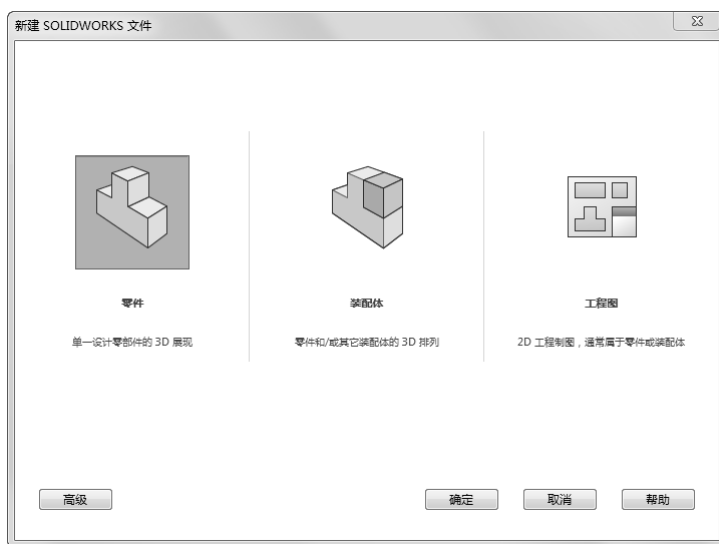
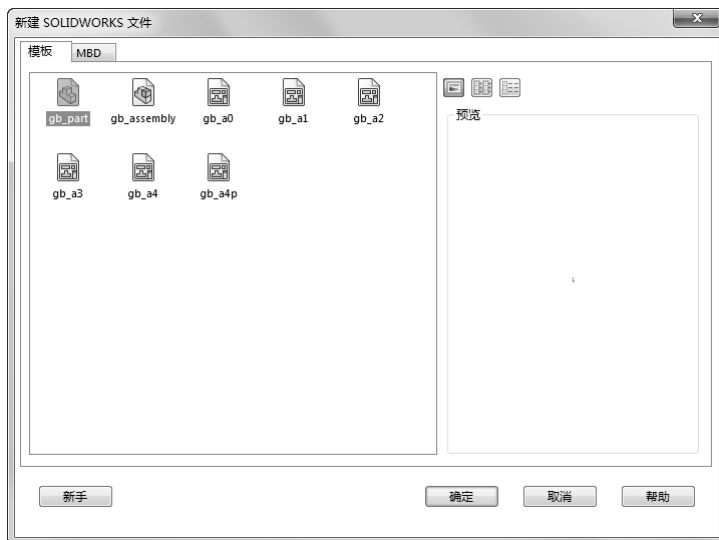

图 1-3 “新建 SOLIDWORKS 文件”对话框
图 1-4 高级版本的“新建 SOLIDWORKS 文件”对话框
单击“标准”工具栏中的“新建”按钮^②,或者选择菜单栏中的“文件”→“新建”命令,根据个人习惯选择 SOLIDWORKS 所使用的单位制和标准,单击“确定”按钮,弹出“新建 SOLIDWORKS 文件”对话框,如图 1-3 所示,各按钮的功能如下。
- ☒ “零件”按钮^③: 双击该按钮,可以生成单一的三维零部件文件。
- ☒ “装配体”按钮^④: 双击该按钮,可以生成零件或其他装配体的排列文件。
- ☒ “工程图”按钮^⑤: 双击该按钮,可以生成属于零件或装配体的二维工程图文件。
在如图 1-3 所示的新手版本的“新建 SOLIDWORKS 文件”对话框中单击“高级”按钮, 即进入高级版本的“新建 SOLIDWORKS 文件”对话框, 如图 1-4 所示。